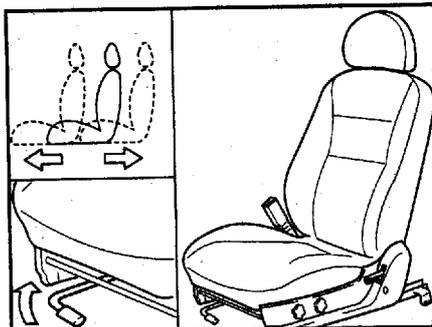

Рис. 14. Расположение ручки и направления перемещения переднего сиденья вперед/ назад
1. Приподнимите вверх ручку регулировки положения сиденья, находящуюся спереди под подушкой сиденья и придержите её (рис. 14).